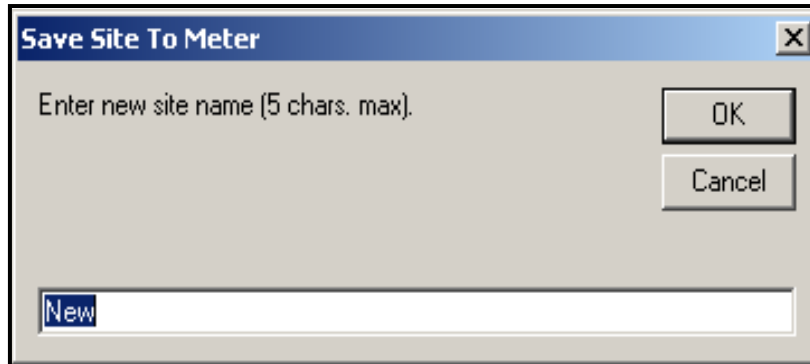

Figure 46: Fenêtre de saisie du nom du site
2. Une fenêtre semblable à la Figure 46 s'ouvre. Saisissez le nom souhaité et cliquez sur [OK].